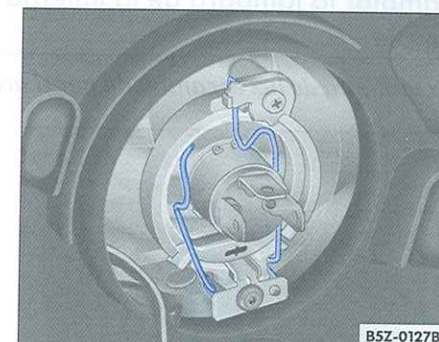

Fig. 147 Acceso a la lámpara del faro alto / bajo
- Comprima el resorte de alambre ⇒ fig. 147 contra la lámpara y desplácela hacia la izquierda, para destrabarlo.